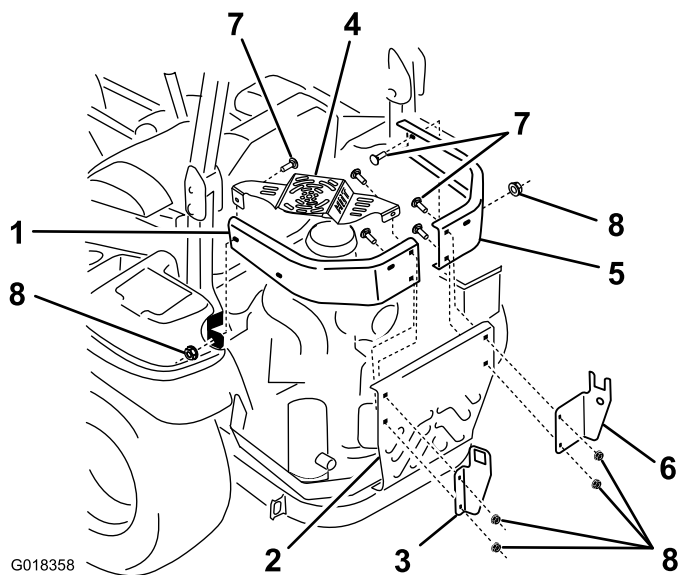

Bild 4
- A. Entfernen Sie die Muttern und Schrauben, mit denen die linke Stoßstange und das Auspuffschutzblech am Chassis und an der mittleren Motorschutzvorrichtung befestigt sind, siehe Bild 4.
- Fluchten Sie die neue linke Stoßstange mit der vorderen Befestigungsstelle am Chassis und den Befestigungsstellen für die Stoßstange an der mittleren Motorschutzvorrichtung aus (Bild 4).
- Fluchten Sie den Befestigungsflansch (der Flansch mit den zwei Löchern) an der linken Rahmenstützhalterung links aus, wie in Bild 4 dargestellt.
- Fluchten Sie die Löcher der linken Rahmenstützhalterung und die hinteren Löchern an der linken Stoßstange mit den Löchern in der mittleren Motorschutzvorrichtung aus (Bild 4).
- Befestigen Sie die Halterung und die Stoßstange lose mit einer Schlossschraube (3/8" x 1-1/4") und einer Bundmutter (3/8") im unteren Loch der mittleren Motorschutzvorrichtung (Bild 4).
- Positionieren Sie das Auspuffwärmeschutzblech so, dass die Befestigungsflansche in der linken Stoßstange sind (Bild 4).
- Fluchten Sie die Löcher für die linke Rahmenstützhalterung, die linke Stoßstange und die Auspuffschutzvorrichtung mit dem oberen Loch in der mittleren Motorschutzvorrichtung aus (Bild 4).
- Befestigen Sie die Halterung, die Stoßstange und die Auspuffschutzvorrichtung lose mit Schlossschrauben (3/8" x 1-1/4") und einer Bundmutter (3/8") im oberen Loch der mittleren Motorschutzvorrichtung (Bild 4).
- Fluchten Sie die vorderen Löcher in der linken Stoßstange und der Auspuffschutzvorrichtung mit dem vorderen Befestigungsstelle im Chassis aus. (Bild 4).
- Befestigen Sie die Halterung und die Schutzvorrichtung mit einer Schlossschraube (3/8" x 1-1/4") und einer Bundmutter (3/8") an der Befestigungsstelle (Bild 4).
- Fluchten Sie die neue rechte Stoßstange mit der vorderen Befestigungsstelle am Chassis und den Befestigungsstellen für die Stoßstange an der mittleren Motorschutzvorrichtung aus (Bild 4).
- Fluchten Sie den Befestigungsflansch (der Flansch mit den zwei Löchern) an der rechten Rahmenstützhalterung rechts aus, wie in Bild 4 dargestellt.
- Fluchten Sie die Löcher der rechten Rahmenstützhalterung und die hinteren Löchern an der rechten Stoßstange mit der hinteren mittleren Motorschutzvorrichtung aus (Bild 4).
- Befestigen Sie die Halterung und die Stoßstange lose mit zwei Schlossschrauben (3/8" x 1-1/4") und zwei Bundmuttern (3/8") an der mittleren Motorschutzvorrichtung (Bild 4).
- Fluchten Sie das vordere Loch in der neuen rechten Stoßstange mit der vorderen Befestigungsstelle am Chassis aus (Bild 4).
Bundmutter (3/8") an der Befestigungsstelle (Bild 4).